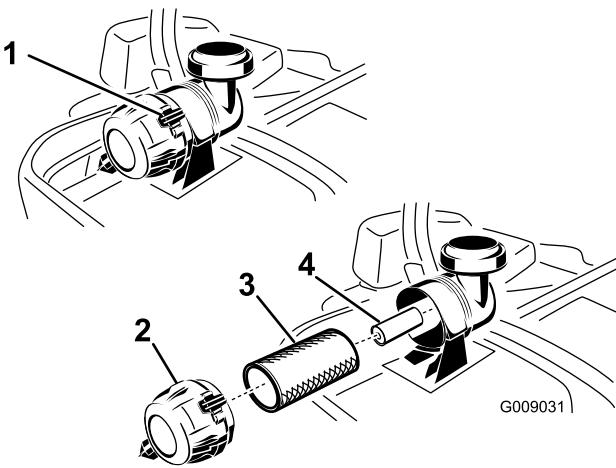

Bild 36
3. Üben Sie Druck aus, um die Riegel am Luftfilter zu lösen, und ziehen Sie die Abdeckung vom Gehäuse ab (Bild 36).
5. Schieben Sie den Hauptfilter vorsichtig aus dem Luftfiltergehäuse heraus (Bild 36). Vermeiden Sie ein Anstoßen des Filters an der Seite des Gehäuses.
1. Reinigen Sie den Papierfilter nicht sondern tauschen Sie ihn aus (Bild 36).
2. Wenn Sie den sekundären Luftfilter austauschen, schieben Sie ihn vorsichtig in das Filtergehäuse ein (Bild 36).
3. Schieben Sie den Hauptfilter vorsichtig auf den sekundären Filter (Bild 36). Stellen Sie sicher, dass dieser einwandfrei einliegt, indem Sie beim Einbauen auf den äußeren Rand des Filters drücken.
4. Setzen Sie die Luftfilterabdeckung auf (Entlüfterdeckel nach unten) und drehen sie so, dass die Riegel in der Abdeckung einrasten (Bild 36).